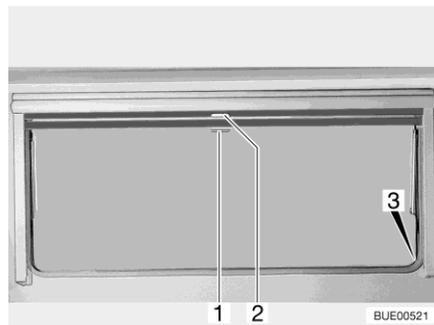

Bild 105 Ausstellfenster
- Verdunklungsrollo am Griff (Bild 105,2) nach unten ziehen. Wenn das Verdunklungsrollo ganz geschlossen wird, das Verdunklungsrollo auf beiden Seiten am Fensterrahmen in die Arretierung (Bild 105,3) einhängen.
- Wenn das Verdunklungsrollo vollständig geschlossen ist: Den Griff (Bild 105,2) nach unten drücken und den Griff dabei leicht nach innen ziehen. Das Verdunklungsrollo aus den Arretierungen links und rechts am Fensterrahmen aushängen.
- Wenn sich das Verdunklungsrollo in Zwischenposition befindet: Den Griff (Bild 105,2) leicht nach unten ziehen, bis sich die Arretierung gelöst hat.
- Insektenschutzrollo am Griff (Bild 105,1) nach unten ziehen und auf beiden Seiten am Fensterrahmen in die Arretierung (Bild 105,3) einhängen.
- Griff (Bild 105,1) nach unten drücken und den Griff dabei leicht nach innen ziehen. Das Insektenschutzrollo aus den Arretierungen links und rechts am Fensterrahmen aushängen.